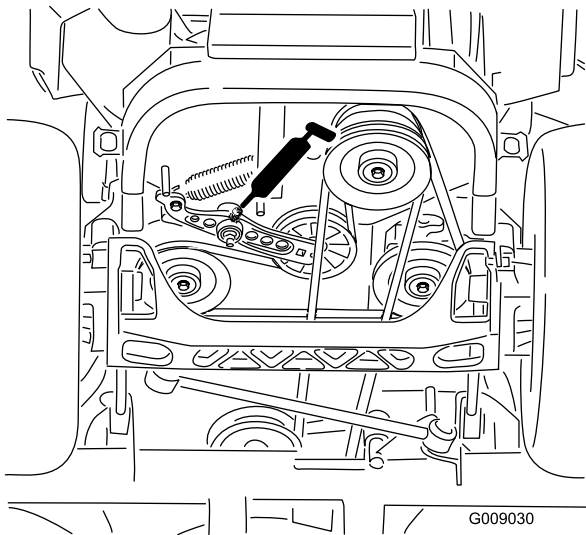

Figura 47
5. Engrase el brazo tensor de la correa de transmisión (Figura 47).